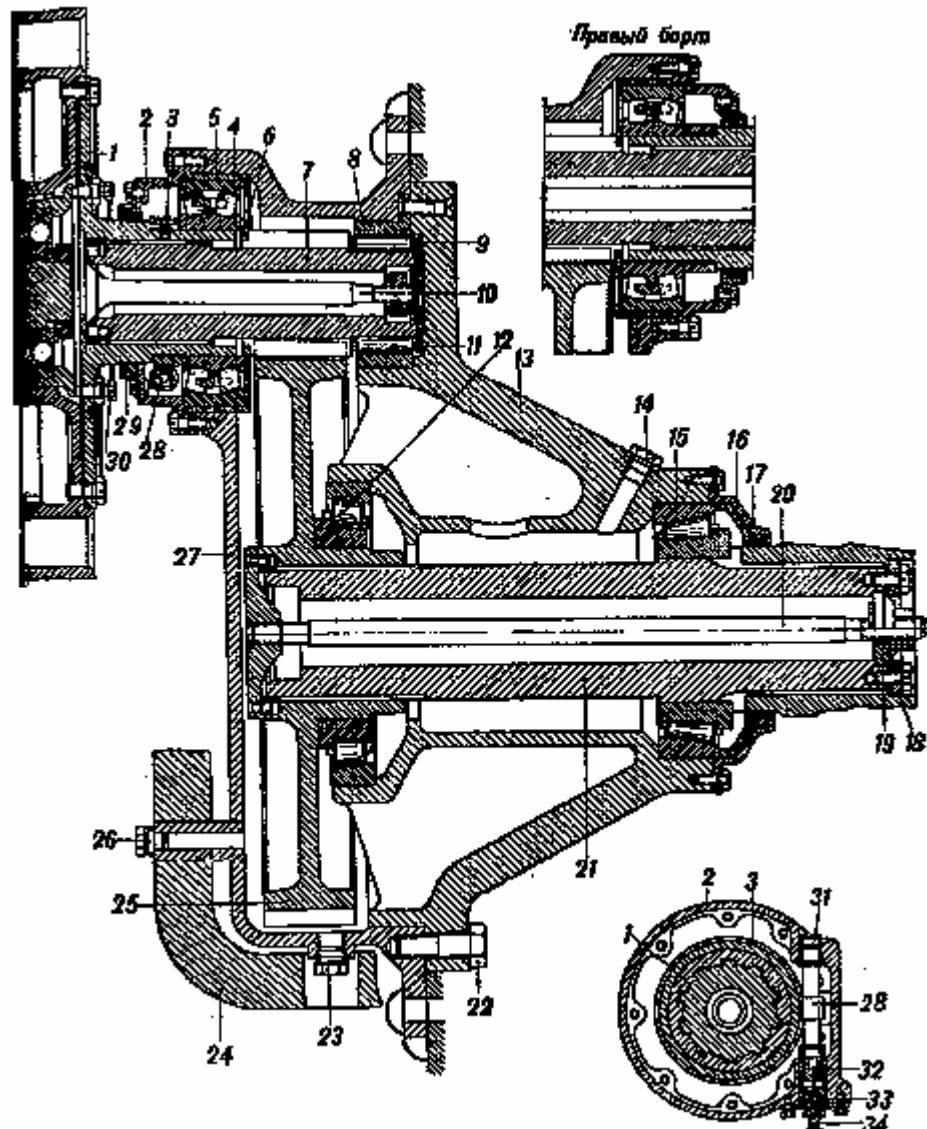
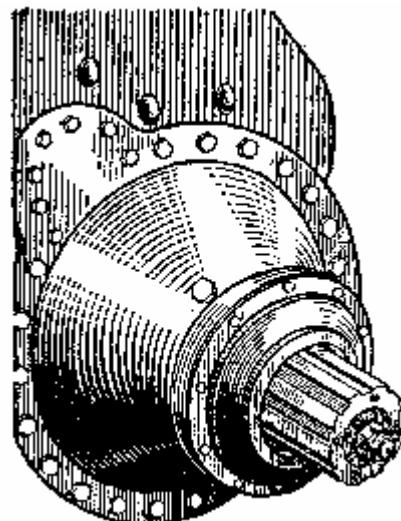

Рис. 121. Бортовая передача (в разрезе):
Рис. 124. Бортовая передача, установленная на танке
Бортовую передачу (рис. 121) монтируют в картере 27, приваренном и приклёпанном к кормовому и бортовому листам корпуса, и в крышке 13, крепимой болтами к картеру. Выступающая из корпуса часть
Ведущая часть бортовой передачи состоит из следующих основных деталей: ведущего валика 7 (см. рис. 121), выполненного заодно с шестерней в 10 зубьев, фланца 1, сидящего на шлицевом хвостовике ведущего валика, и струны 10, скрепляющей ведущий валик с фланцем. Под гайку струны ставят пружинящие шайбы.
Ведомую часть бортовой передачи монтируют в крышке картера 13 (см. рис. 121), и состоит она из следующих основных деталей: ведомой шестерни 25, ведомого вала 21 и струны 20.
Сборка бортовой передачи производится отдельно по узлам — ведущего и ведомого валов. Узел ведущего вала собирается на фланце 1 крепления наружного барабана бортового фрикциона, а узел ведомого — в крышке 13(см. рис. 121) картера бортовой передачи. Устанавливают бортовую передачу на корпусе танка (рис. 124) также по узлам: сначала узел ведущего вала, а потом ведомого вала.
- 1) Запрессовать в крышку 2 (см. рис. 121) втулки 31 и 33 привода к спидометру и подогнать валик привода к спидометру так, чтобы он свободно вращался во втулках; подгонку производить, слегка разворачивая втулки, а после подгонки вынуть валик.
1. Запрессовать в гнезде крышки картера до упора наружные кольца конических роликоподшипников 12 и 15 (см. рис. 121). Запрессовку производить лёгкими ударами молотка по выколотке из красной меди (или мягкой стали), распределяя удары равномерно по торцу кольца подшипника. Бить молотком по кольцу,